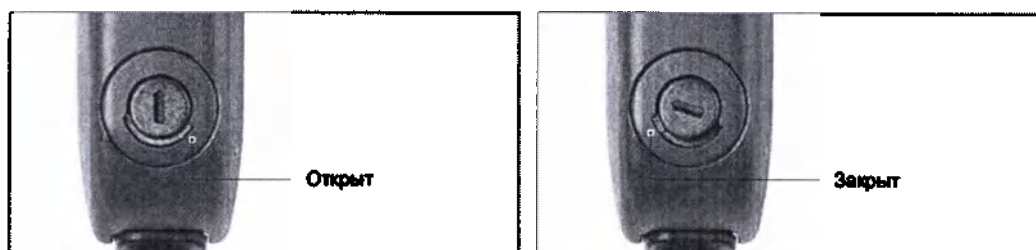

Рис. 3 Фиксатор SONNET соединительного кабеля
SONNET Соединительный кабель миниатюрного блока элементов питания (далее – SONNET соединительный кабель) оснащен фиксатором. При подсоединении и отсоединении SONNET соединительного кабеля необходимо удостовериться в том, что фиксатор находится в открытом положении (см. Рис. 3).
3. Убедитесь, что фиксатор на SONNET соединительном кабеле разблокирован. Если он заблокирован, поверните фиксатор против часовой стрелки в положение разблокировки при помощи отвертки, поставляемой MED-EL (см. рис. 3).
У маленьких детей фиксатор всегда следует переводить в положение блокировки (см. рис. 3) поворотом по часовой стрелке после надевания SONNET соединительного кабеля на SONNET адаптер миниатюрного блока элементов питания. Это не позволит ребенку разобрать аудиопроцессор. Дополнительная информация представлена в руководстве пользователя аудиопроцессора.